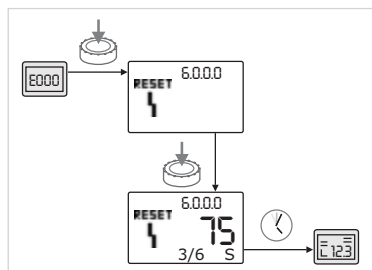

Fig. 46: Potwierdzanie błędu typu B ( $X < Y$ )
- Jeżeli aktualna liczba błędów jest mniejsza niż maksymalna liczba błędów (Fig. 46):